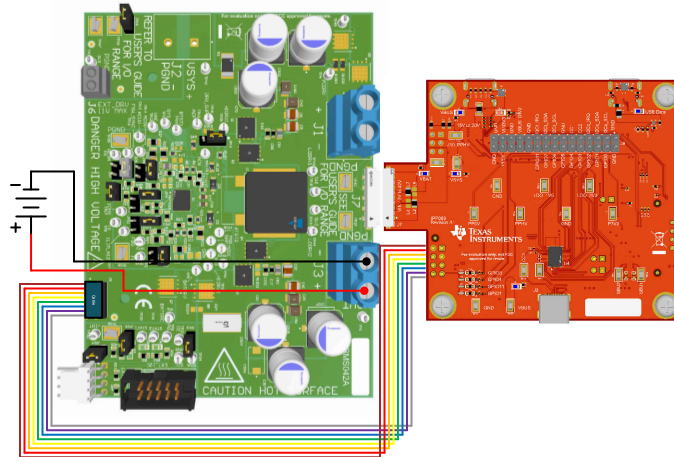

图 4-4. TPS25751EVM 和 BQ25756(E)EVM 硬件设置
4. 将带状电缆的另一端连接至 BQ25756(E)EVM 的 J8 接头。图 4-4 展示了完整的设置。